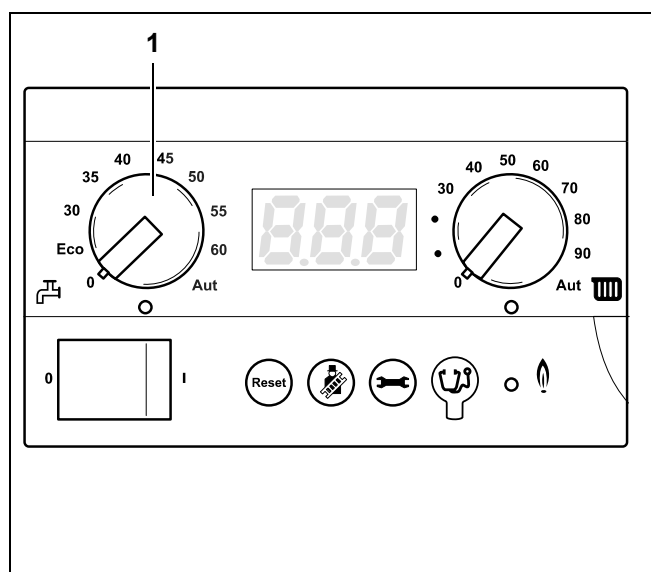

Рис. 18 Главный регулятор BC10
- Ручкой управления "Заданная температура горячей воды" (рис. 18, поз. 1) устанавливается нужная температура горячей воды в бак-водонагревателе (см. таб. 2).